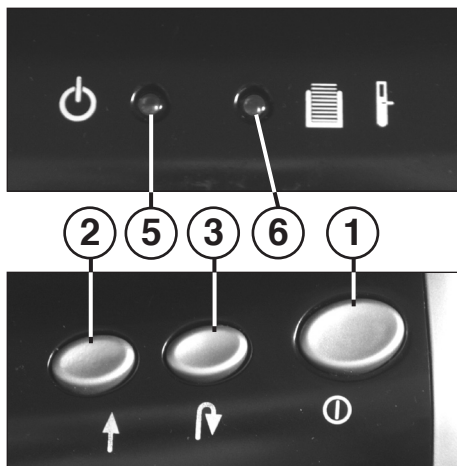

Fig. 1
- 1 = Pulsador „Disponibilidad de servicio“ (Fig. 1)
- 2 = Tecla de avance (Fig. 1)
- 3 = Tecla para atrás (Fig. 1)
- 5 = Indicador de control „Disponibilidad de servicio“ (Fig. 1)
- 6 = Indicador de control (rojo / amarillo) (Fig. 1)
Conectar la máquina mediante el pulsador (1) (Fig. 1). Se ilumina la indicacdor de control (5) (Fig. 1).
**¡El nivel de llenado de la bandeja recolectora (10) no se puede constatar por el sistema de control para cesto lleno!**
En cuanto el recipiente recolector se haya llenado de papel, el aparato se desconectará. Se emite una señal acústica. El indicador de control (6) (Fig. 1) se enciende (rojo).
- Extraiga el recipiente recolector (9) con bandeja recolectora (10) de la parte inferior de la carcasa.
- La señal acústica deja de sonar. El indicador de control (6) (Fig. 1) se apaga.
Tenga en cuenta que el aparato no quede conectado durante la noche, accionar el pulsador (1) (Fig. 1).